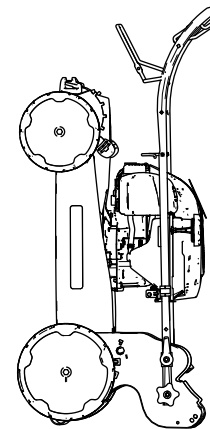

Figura 16
4. Ridicați partea frontală a mașinii cu ajutorul mânerului și mutați-o într-un spațiu de depozitare (Figura 16).